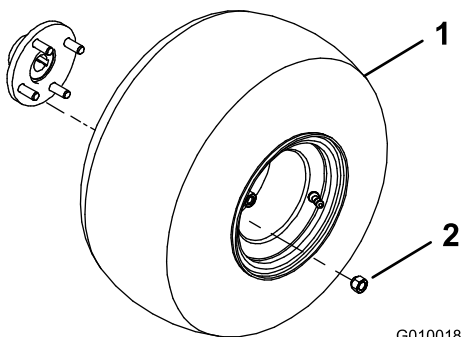

Figura 4
2. Asamblai un ansamblu de roată pe fiecare butuc al roii din spate cu cele 4 prezoane (Figura 4).